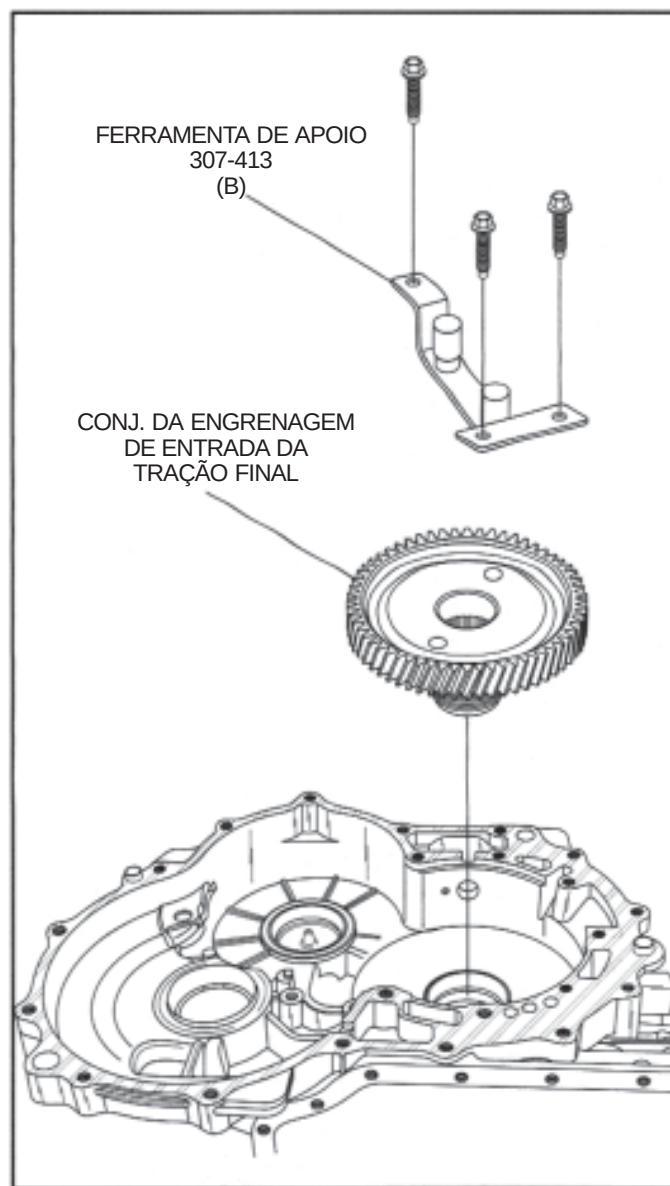

Figura 123
25. Gire a carcaça da transmissão 180°, conforme ilustrado na Figura 123.
26. Instale dentro da carcaça o conjunto da engrenagem de entrada da tração final, conforme ilustrado na Figura 123.
27. Instale a ferramenta de apoio 307-413 (B), conforme ilustrado na Figura 123, e aperte os 3 parafusos.